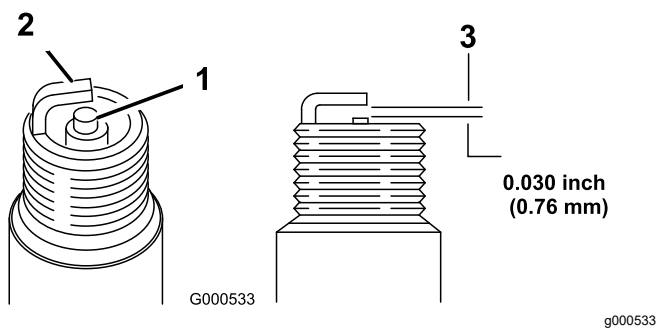

Figura 26
8. Utilize o dedo para revestir a junta do novo filtro com óleo (Figura 26).
5. Defina a folga na vela para 0,76 mm; consulte Figura 26.